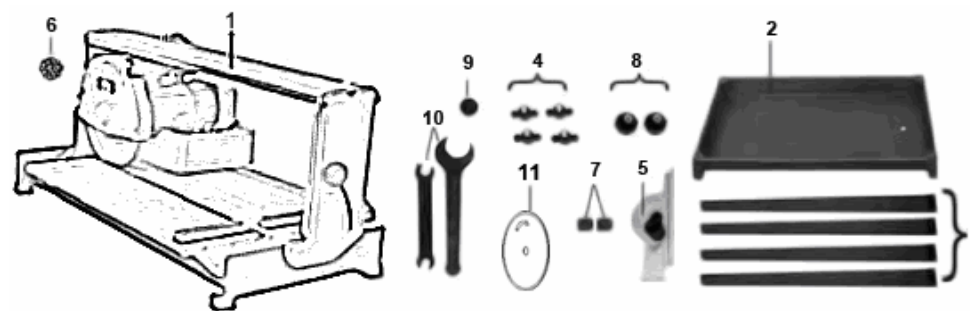

Рис.1
- 5.1.1. Винтами крепления (4) закрепите ножки (3) к поддону (2) (рис.1)
- 5.1.2. Вставьте пробку (9) в сливное отверстие поддона (2) (рис.1).
- 5.1.3. Поместите плиткорез с помпой (1) в поддон (2) (рис.1).
- 5.1.4. Прикрутите ограничители (7) винтами крепления (8) на направляющей плиткореза (рис. 1).
- 5.1.5. Закрепите регулируемый упор (5) на столе плиткореза (рис. 1).
- 5.1.6. Установите и затяните отрезной диск ключами (10) (рис.1)
- 5.1.7. Открутите транспортировочный винт (6) (рис.1)